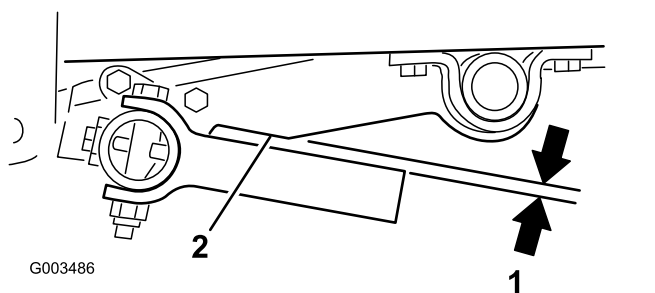

図 21
- 偏心ボルトを左右どちらかに回して、ツールバーのタインが昇降アームのノッチに対して平行になるようにする 図 17 と 図 21。